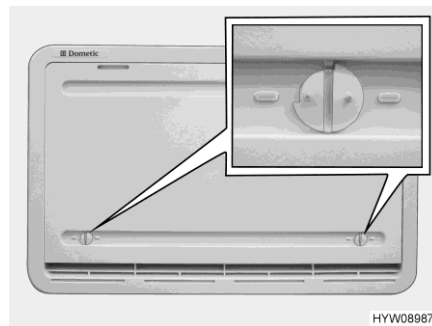

Bild 185 Winterabdeckung
Wenn der Kühlschrank bei niedrigen Außentemperaturen betrieben werden soll, empfiehlt der Hersteller die Verwendung einer Winterabdeckung (Bild 185) für die Kühlschrank-Lüftungsgitter.
- Beide Verriegelungen (Bild 185) öffnen (Nut steht waagrecht).